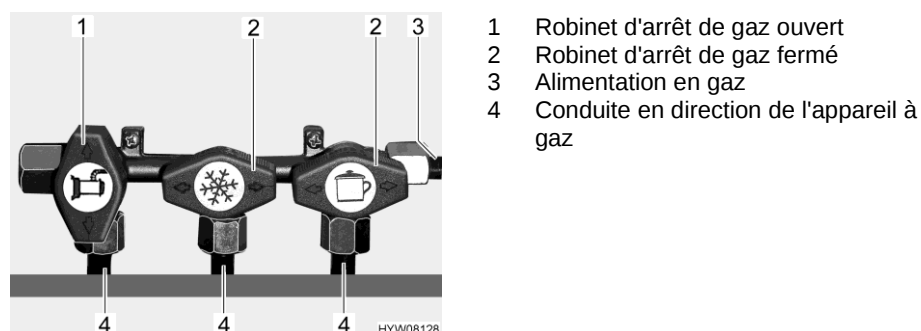

Fig. 122 Position des robinets d'arrêt de gaz (exemple)
- Ouvrir :** ■ Placer le robinet d'arrêt de gaz de l'appareil à gaz concerné parallèlement (Fig. 122,1) à la conduite (Fig. 122,4) amenant à l'appareil.
- Fermer :** ■ Placer le robinet d'arrêt de gaz de l'appareil à gaz concerné transversalement (Fig. 122,2) à la conduite (Fig. 122,4) amenant à l'appareil.